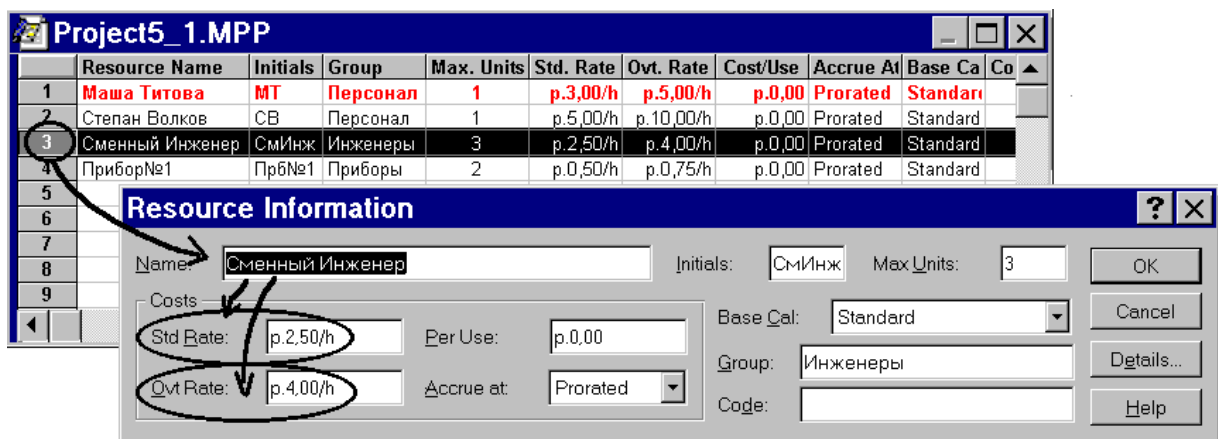

Рис.5.4.
- Заполнить поля St.Rate и Ovt.Rate диалогового окна «Resource Information» (Сведения о ресурсе) (**Рис.5.4**) так, чтобы значения соответствовали таблице ресурсов, представленной на **Рис.5.4**.
Рис.5.4а